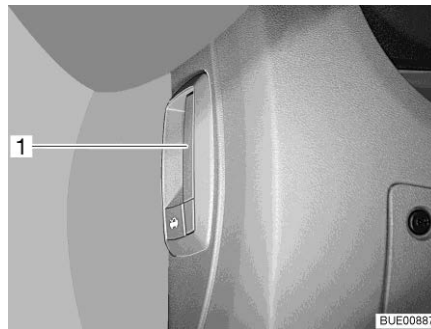

Fig. 48 Leva di sbloccaggio cofano motore (nel veicolo)
- Tirare la levetta (Fig. 48,1) situata sotto a sinistra o di lato accanto al cruscotto.